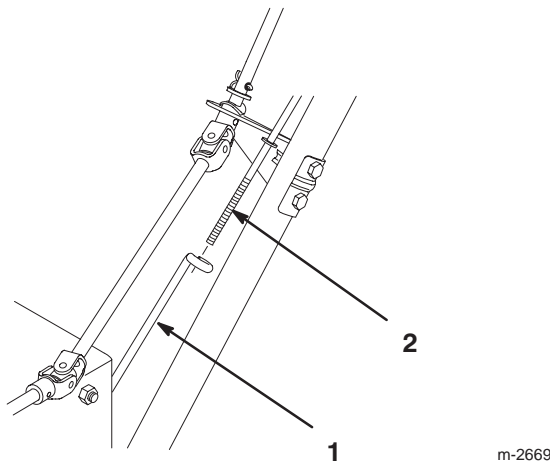

Figure 4
3. Tenez le côté gauche de l'ensemble mancheron en position de montage et insérez la tige de traction supérieure dans la boucle de la tige de traction inférieure (Fig. 4).